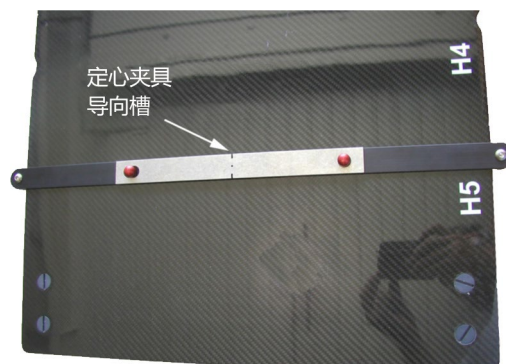

图 16
2. 使用 CT 激光对齐系统确定对齐光束射在定心夹具导向槽的位置 (图 16)。